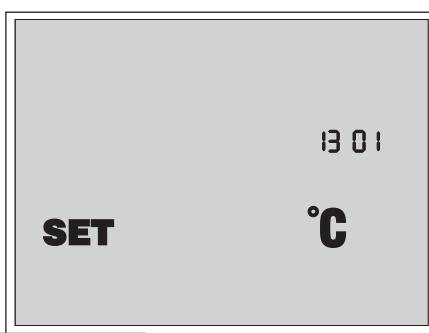

Рис. 14. Версия ПО
- Нажмите кнопку для отображения на дисплее настенной панели управления кода исполнения платы контроллера и кода версии программного обеспечения (рис. 14).